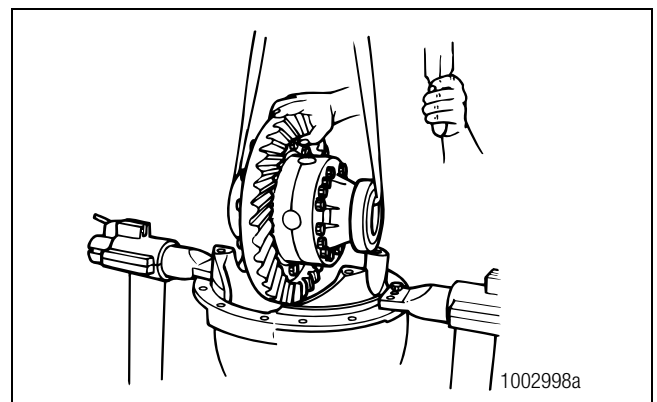

Figura 3.16
8. De manera segura, levante y separe del portadiferencial el conjunto del diferencial principal y la corona. Coloque el conjunto en un banco de trabajo. Figura 3.16.